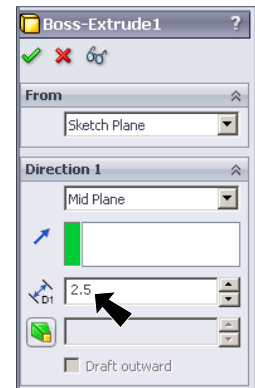

Fig. 12
Step 2. Change **Depth**  **D1** to **2.5** click **OK** , **Fig. 12**.